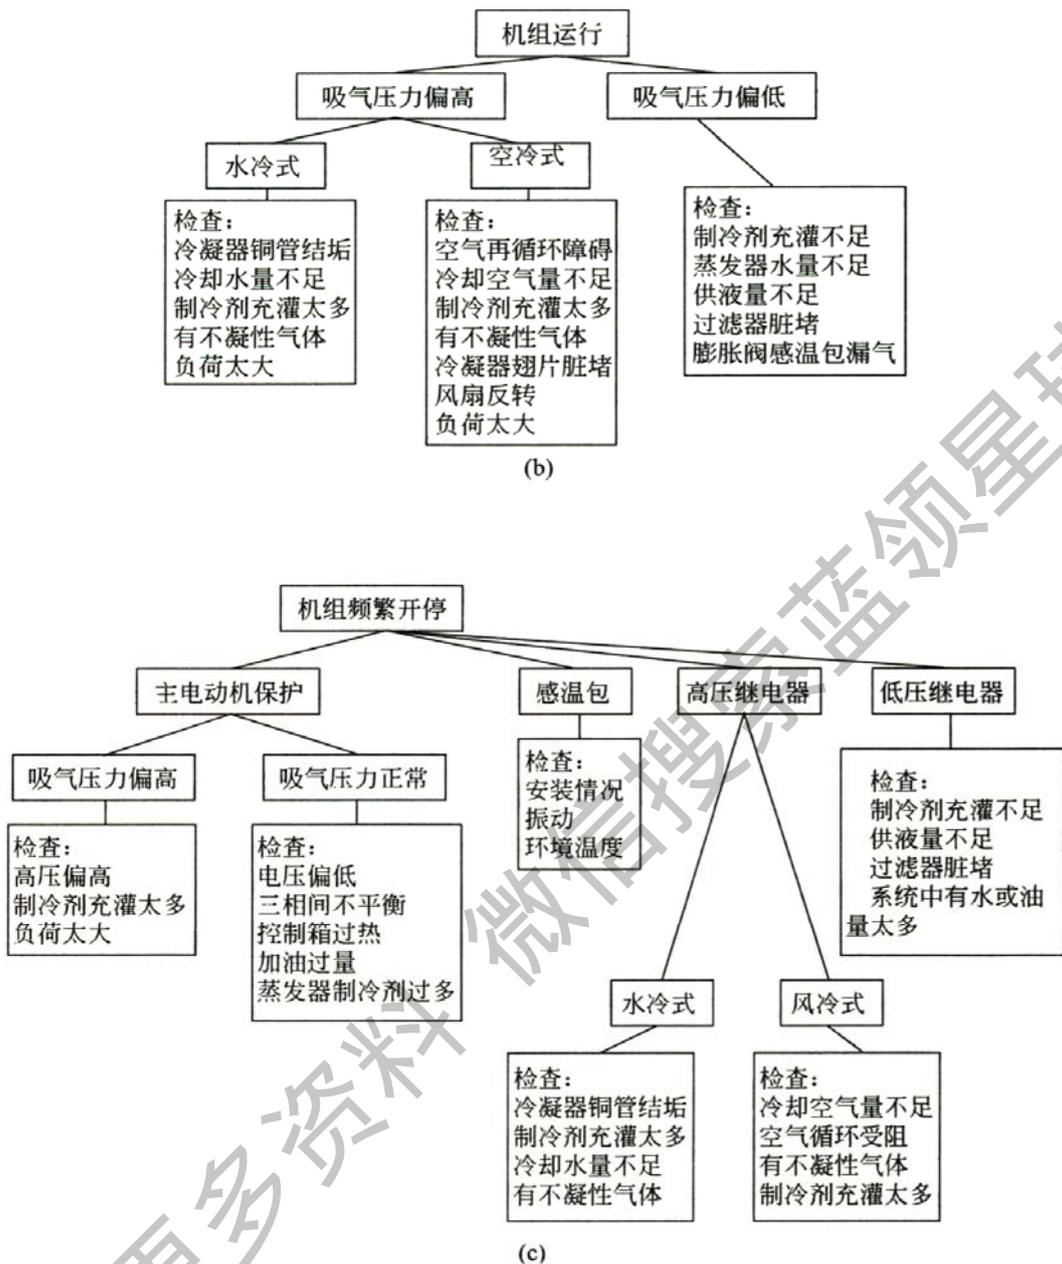

图 3-1 各类故障的逻辑关系
3. 根据制冷空调机组技术故障的逻辑关系进行数据和资料分析。机组技术故障的逻辑关系及检查方法，是用于分析和检验各种故障现象原因的有效措施。把各种实际采集到的数据与这一逻辑关系联系起来，可以大大提高判断故障原因的准确性和修理工作进展的速度。这是一种受到广大维修人员欢迎的方法。通常把制冷空调机组运转中出现的故障分为机组无法启动、机组运转但制冷效果不佳和机组频繁开停三类。制冷空调机组技术故障逻辑关系则图 3-1(a)、(b)、(c)所示。